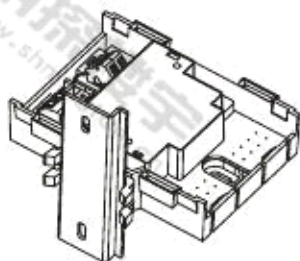

图 2
- 导轨安装 (图 2)
2. 将模块和安装脚按压到导轨上，直至卡紧 (图 2)。